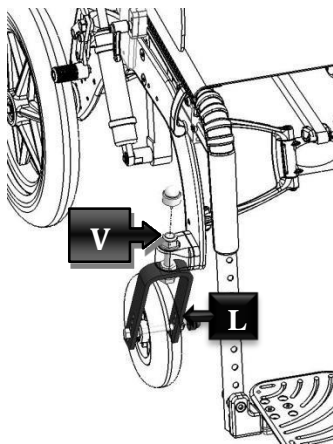

Abbildung 45
Die beiden in Abbildung 45 gezeigten Mutterabdeckungen durch leichten Druck entfernen, die Mutter (L) mit einem 13 mm Sechskantschlüssel lösen und das Rad entfernen; dann die Mutter (V) mit einem 19 mm Sechskantschlüssel lösen und die Aluminiumgabel entfernen.